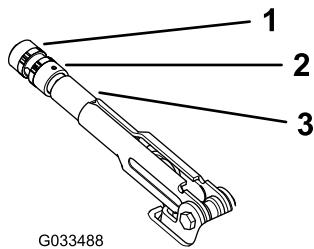

Figure 57
2. Desserrez la vis qui fixe le bouton sur le levier du frein de stationnement (Figure 57).
3. Tournez le bouton (Figure 57) jusqu'à ce qu'une force de 20 à 22 kg (45 à 50 lb) soit nécessaire pour actionner le levier.
4. Resserrez la vis pour terminer (Figure 57).